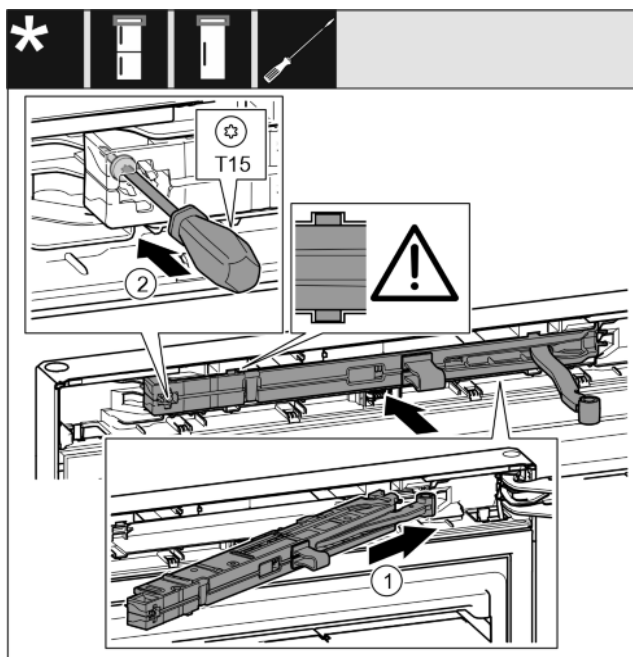

*Fig. 38*
- ▶ Tolja be ferdén, ütközésig a záráscsillapító egységet a mélyedésbe a csapágybak felőli oldalán. *Fig. 38 (1)*
- ▶ Húzza meg a csavart egy T15 csavarhúzóval. Fig. 38 (2)